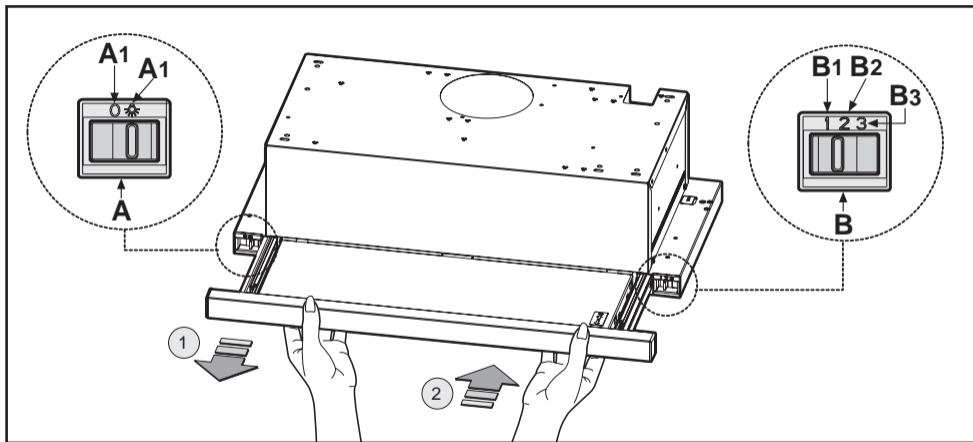

Fig.9
• **Mandos (Fig.9) slider** le symbole sont le suivant: